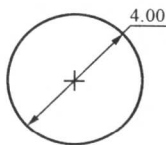

图 1-20 绘制中心半径圆
(1) 单击  按钮, 然后在绘图区中某位置处单击确定圆的起始点, 这时将显示一条橡皮筋线附着在鼠标指针上。
(2) 调整指针的位置可以调节圆的大小, 将圆调整至合适的大小后单击即完成绘制, 如图 1-20 所示。